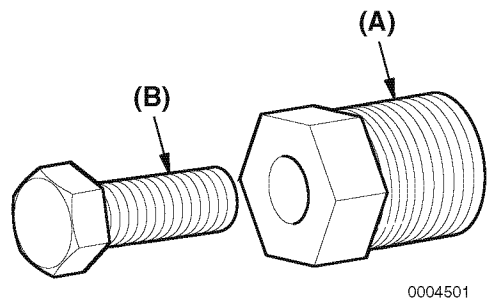

Figure 7
- 2. Installare l'estrattore (**Figure 7, (A)**) nella girante.
- 3. Ruotare la vite di pressione (**Figure 7, (B)**) in senso orario per estrarre la girante dal corpo della pompa.